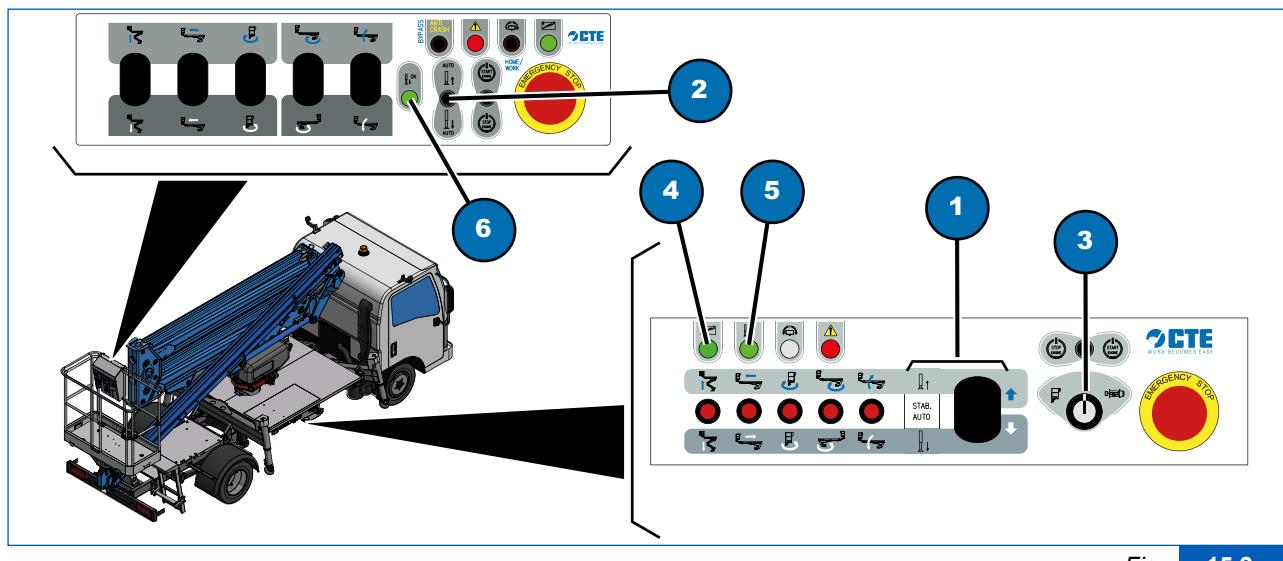

Fig. 15.2
La piattaforma può essere equipaggiata con stabilizzazione automatica che comporta la sostituzione del distributore idraulico con un distributore elettroidraulico, in telaio, e l'abilitazione della funzione "STAB. AUTO" della leva proporzionale (Fig. 15.2, 1) sul quadro comandi a terra e del selettori instabili (Fig. 15.2, 2) sul quadro comandi piattaforma di lavoro. Il distributore elettroidraulico permette l'azionamento degli stabilizzatori sia mediante leve che da comando elettrico.
- 2) Infilare la chiave nel selettori (Fig. 15.2, 3);
- 3) Ruotare il selettori (Fig. 15.2, 3) nella posizione "Comandi terra";
- la spia (Fig. 15.2, 4) si accende;
- 4) Verificare che la spia "STAB OK" (Fig. 15.2, 5) degli stabilizzatori sia spenta;
- 5) Azionare e mantenere azionata verso il basso la leva proporzionale (Fig. 15.2, 1) per effettuare la discesa automatica degli stabilizzatori, in modo da sollevare l'autoveicolo e scaricare le sospensioni.
- durante la procedura di stabilizzazione automatica la spia "STAB OK" (Fig. 15.2, 5) si spegne.
- Al termine della procedura controllare l'accensione della spia "STAB OK" (Fig. 15.2, 5), che indica l'avvenuta stabilizzazione dell'autoveicolo.
- 2) Infilare la chiave nel selettore (Fig. 15.2, 3)
- 3) Ruotare il selettore (Fig. 15.2, 3) nella posizione "Comandi piattaforma di lavoro";
- 6) Verificare che la spia "STAB OK" (Fig. 15.2, 6) degli stabilizzatori sia spenta;
- 7) Azionare e mantenere azionato verso il basso il selettore instabile (Fig. 15.2, 2) per effettuare la discesa automatica degli stabilizzatori, in modo da sollevare l'autoveicolo e scaricare le sospensioni.
- Al termine della procedura controllare l'accensione della spia "STAB OK" (Fig. 15.2, 6), che indica l'avvenuta stabilizzazione dell'autoveicolo.